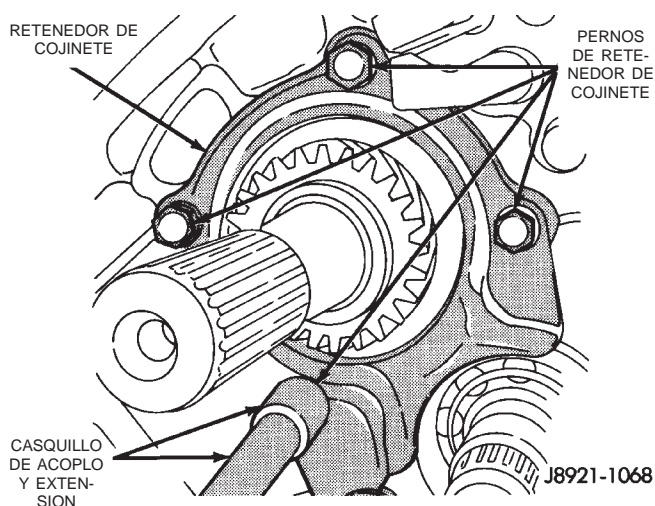

Fig. 61 Desmontaje de pernos de retenedor del cojinete trasero del eje transmisor
(13) Retire los pernos que fijan el retenedor del cojinete trasero del eje transmisor en la placa intermedia (Fig. 61).